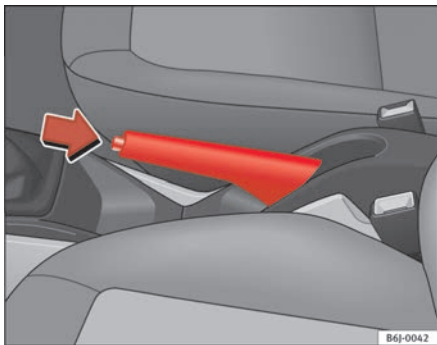

Abb. 101 Handbremse zwischen den Vordersitzen
⇒ Abb. 101.
- Ziehen Sie den Hebel etwas nach oben, drücken Sie die Entriegelungstaste in Pfeilrichtung ⇒ Abb. 101 und führen Sie den Handbremshebel ganz nach unten ⇒ ⚠.